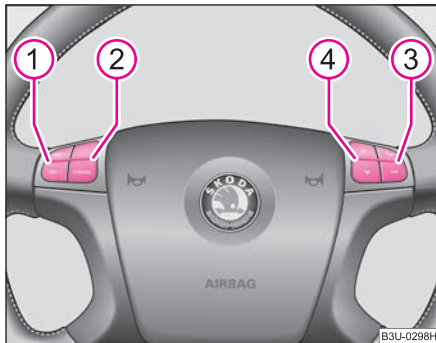

Fig. 127 Volanul multifuncțional: Tastele de comandă
Tastele ①, ②, ③ și ④ ⇒ fig. 127 permit utilizarea funcțiilor principale ale instalației de reglare a vitezei de croazieră, ale radioului sau telefonului. Luați în considerare informațiile suplimentare din manualele de utilizare respective.
Instalația de reglare a vitezei de croazieră se utilizează de la tastele ① și ②, iar la echiparea cu telefon, numai de la tasta ① ⇒ fig. 127.
- După atingerea vitezei dorite, apăsați scurt tasta ① ⇒ fig. 127 în poziția **SET**. Autovehiculul menține constantă viteza memorată, fără a fi necesară acționarea pedalei de accelerație.
- Viteza memorată poate fi **redușă** prin apăsarea tastei ① ⇒ fig. 127 în poziția **SET**. Viteza scade atâta timp cât se menține tasta apăsată. După atingerea vitezei dorite, eliberați tasta. Astfel viteza nou memorată este preluată în memorie. ►
- Dacă eliberați tasta la o viteză sub 30 km/h, viteza nu se va memora, memoria se șterge. Viteza trebuie memorată după depășirea vitezei de 30 km/h, prin apăsarea tastei ① în poziția **SET-**.
- Viteza memorată poate fi **mărită** prin apăsarea tastei ① în poziția **RES+**. Viteza crește atâta timp cât se menține comutatorul apăsat. După atingerea vitezei dorite, eliberați tasta. Astfel viteza nou memorată este preluată în memorie.
- La echiparea fără telefon, instalația de reglare a vitezei de croazieră se dezactivează temporar de la tasta ② ⇒ pagina 137, fig. 127 în poziția **CANCEL**, iar la activarea cu telefon, prin deplasarea comutatorului ④ în poziția intermediară de dinaintea poziției **OFF** ⇒ pagina 130.
- Viteza memorată poate fi reluată prin apăsarea tastei ① în poziția **RES+**.
Radioul se acționează de la tastele ③ și ④, la varianta cu telefon de la tastele ②, ③ și ④ ⇒ pagina 137, fig. 127.